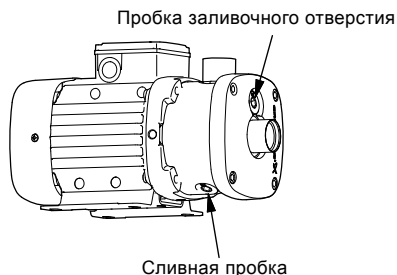

Рис. 7 Пробки в кожухе насоса
3. Удалите пробку заливочного отверстия. См. рис. 7.
Удалите пробку заливочного отверстия и сливную пробку. См. рис. 7.